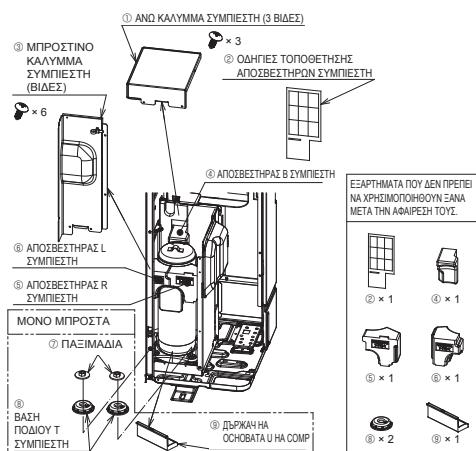

Fig. 4-1
- Προτού ξεκινήσετε τη λειτουργία της μονάδας, φροντίστε να ανοίξετε το ΑΝΩ ΚΑΛΥΜΜΑ ΣΥΜΠΙΕΣΤΗ και το ΜΠΡΟΣΤΙΝΟ ΚΑΛΥΜΜΑ ΣΥΜΠΙΕΣΤΗ και να αφαιρέσετε τα σταθερά εξαρτήματα του ΣΥΜΠΙΕΣΤΗ. (Fig. 4-1)